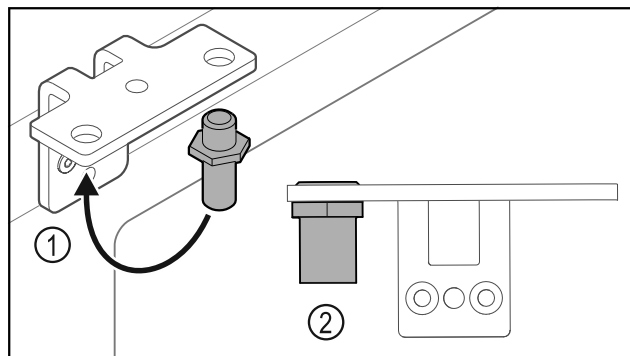

Fig. 38
- ▶ Переставьте палец Fig. 38 (1) в шарнирном уголке.
- ▶ Затяните палец Fig. 38 (2) с моментом **12 Нм**.